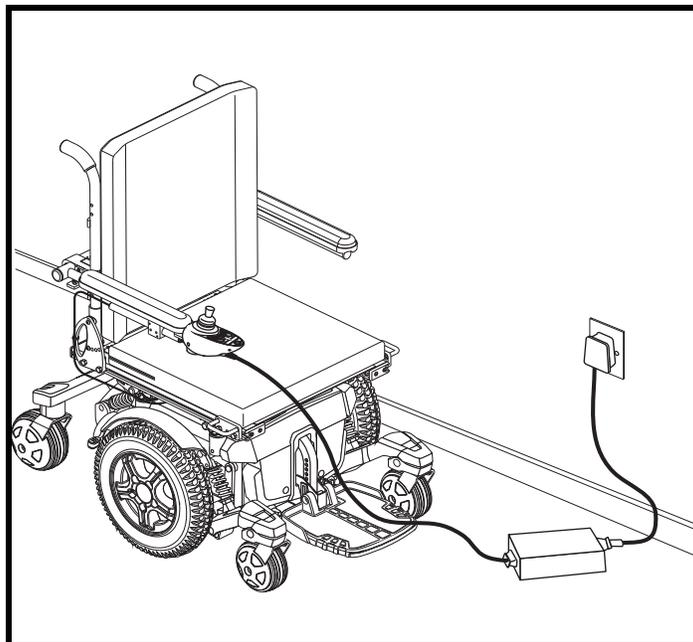

Figure 24. Recharge des batteries
3. Branchez le connecteur à 3-fiches du câble du chargeur externe dans le réceptacle de programmation/chargeur sur le contrôleur. **Voir la figure 24.**